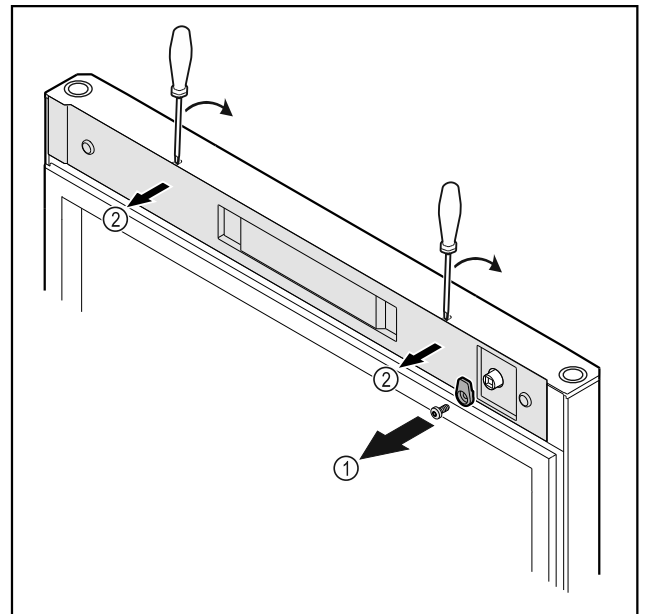

Fig. 16
- Svitare i ganci di chiusura Fig. 16 (1).
- Disinnestare la copertura Fig. 16 (1) con l'ausilio di un piccolo cacciavite e rimuoverla.